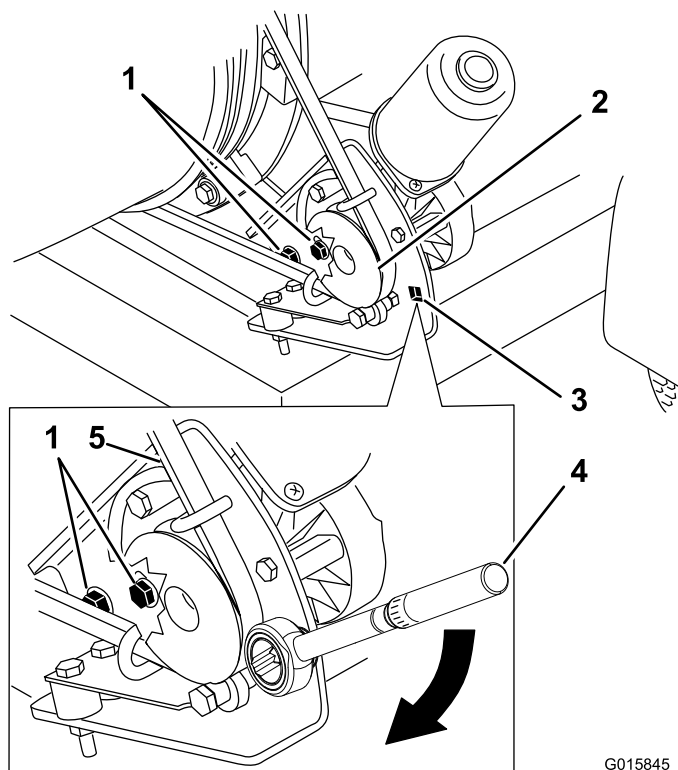

図 30
1. プーリ取り付けブラケットをブローのフレームに固定しているボルトをゆるめる (図 30)。
2. プーリ取り付けブラケットにトルクレンチをセットする(図 30)。
3. ブラケットがノズルから離れる方向にレンチを締めて、締め付けトルクを 200-230 in-lb (22.6 - 26.0 N-m = 2.3-2.7 kg/cm2) とする(図 30)。